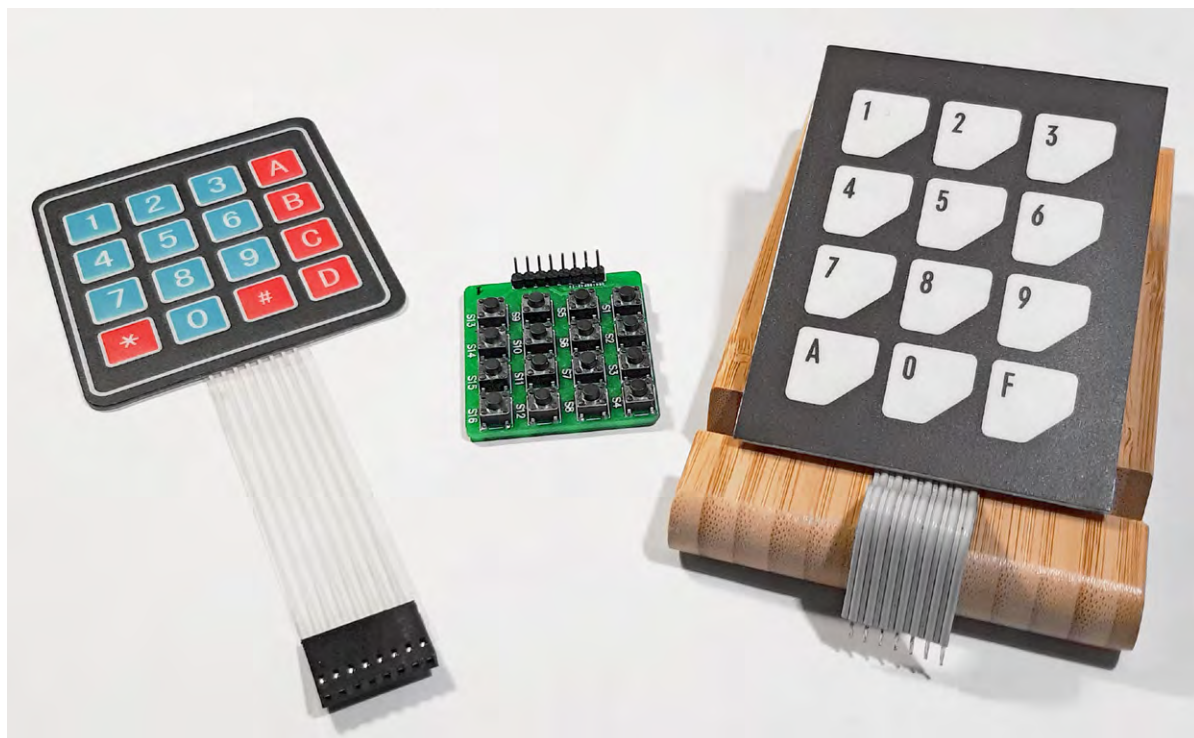

Bild 7: Matrix-Tastaturen
**Bild 7** zeigt Matrix-Tastaturen in mehreren Varianten. Diese Tastaturen haben gemeinsam, dass sie jeweils 16 bzw. zwölf Tasten und acht bzw. sieben Anschlussleitungen besitzen. Sie können z. B. gemäß der folgenden Tabelle an die GPIO-Pins eines Raspberry Pi angeschlossen werden.